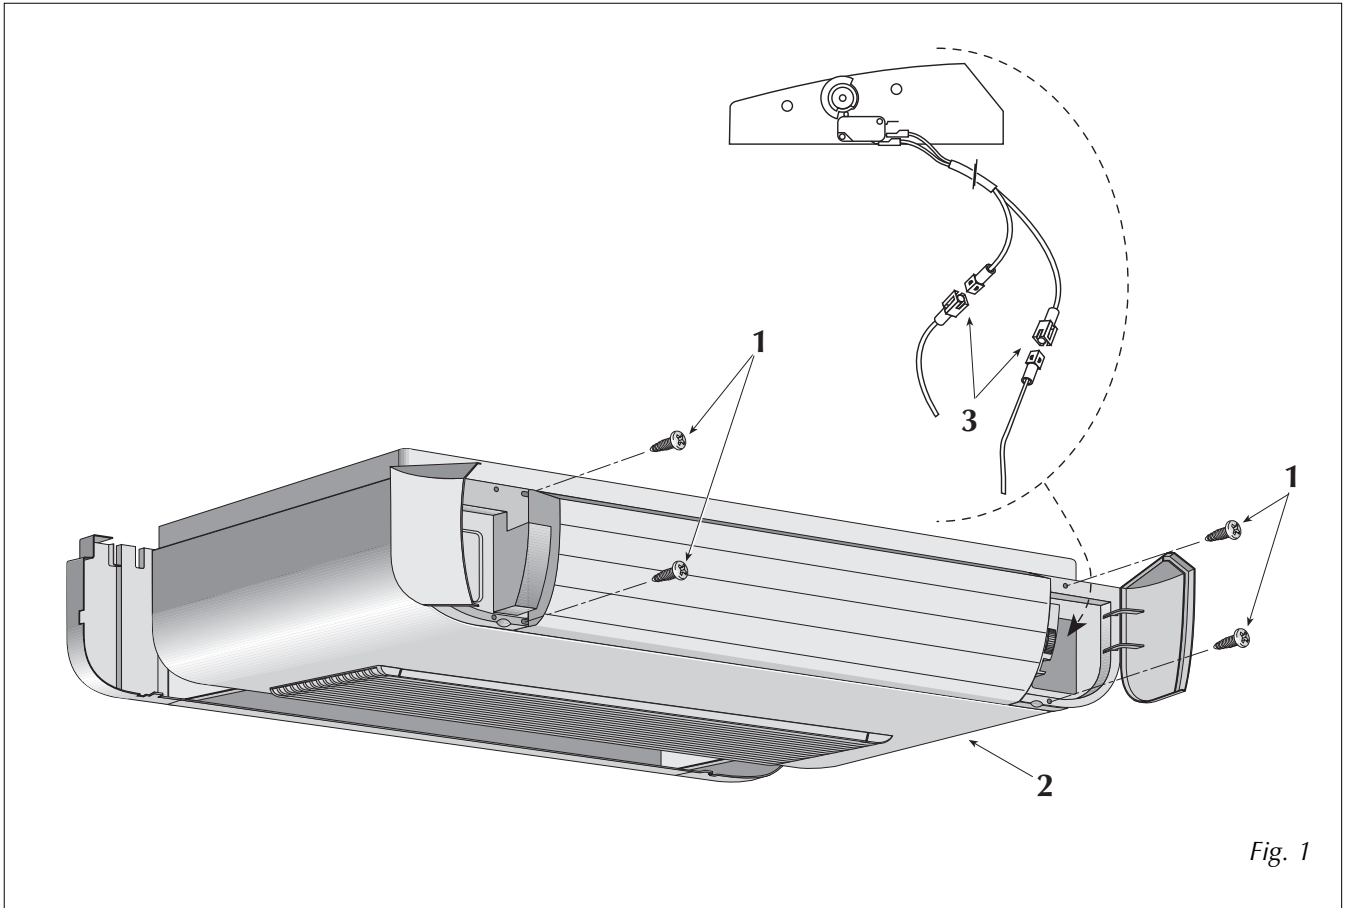

Fig. 1
- per versione FCX - U** togliere le quattro viti (1 fig. 1) che fissano il mantello al frutto e sfilare il mantello di copertura (2) avendo cura, nel caso delle grandezze da 17 a 50, di staccare i connettori elettrici (3) del microinterruttore consenso ventilatore.
- pour version FCX - U** retirer les quatre vis (1 fig. 1) fixant la carrosserie au châssis et dégager la carrosserie de couverture (2) en ayant soin, dans le cas des modèles de 17 à 50, de débrancher les connecteurs électriques (3) du micro-interrupteur de validation ventilateur.
- Version FCX - U:** remove the four screws (1 fig. 1) securing the housing shell to the contact block, then slide it off (2); in the case of sizes 17 to 50, carefully detach the electrical connectors (3) from the fan permissive microswitch.
- für Version FCX - U** die vier Fixierschrauben (1 Abb. 1) der Abdeckung an das Schaltelement abdrehen und vor Abnehmen der Verkleidung (2) bei Größen 17 bis 50 vorab die elektrischen Steckverbinder (3) des Mikroschalters für die Ventilatorfreigabe trennen.